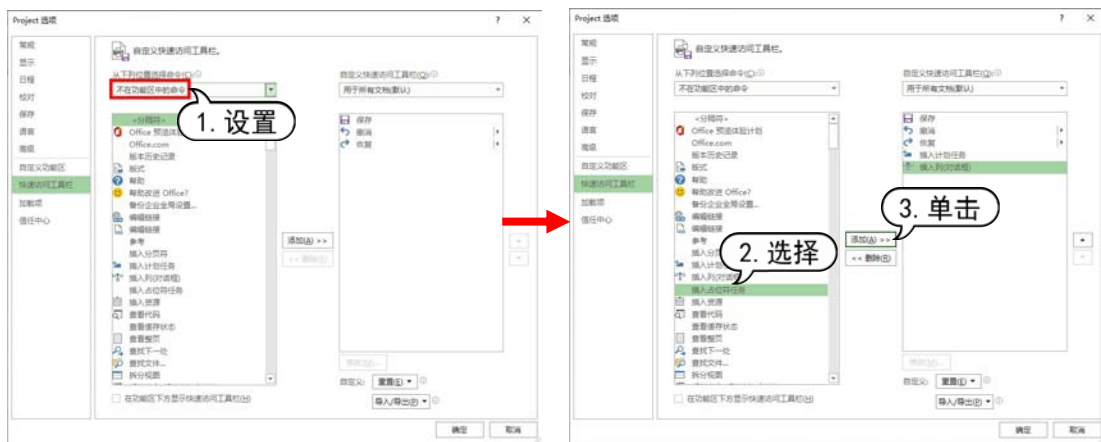

图 1-45 添加命令至快速访问工具栏
- (1) 启动 Project 2019，选择【文件】|【选项】命令，打开【Project 选项】对话框。
- (2) 选择【快速访问工具栏】选项卡，在【从下列位置选择命令】下拉列表中选择【不在功能区中的命令】选项，如图 1-45 左图所示。
- (3) 在列表框中选择相应的命令，单击【添加】按钮，即可将命令添加到右侧的快速访问工具栏列表框中，如图 1-45 右图所示。